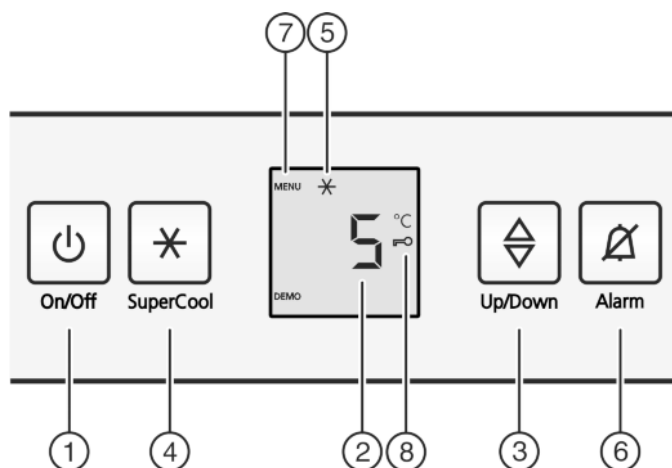

Fig. 2
- ▶ Taste On/Off *Fig. 2 (1)* drücken.
- ▶ Taste SuperCool *Fig. 2 (4)* ca. 5 Sekunden drücken.
- ▷ In der Anzeige wird das Symbol Menu *Fig. 2 (7)* angezeigt.
- ▶ Mit der Taste SuperCool *Fig. 2 (4)* kurz bestätigen.
- ▷ Das Symbol Kindersicherung *Fig. 2 (8)* leuchtet in der Anzeige.
- ▶ Die Taste On/Off *Fig. 2 (1)* kurz drücken.
- ▶ Taste Alarm *Fig. 2 (6)* drücken.
- ▶ Temperaturfunktion aufrufen: Die Einstelltaste *Fig. 2 (3)* drücken.
- ▶ Temperatur in 1 °C -Schritten ändern: Einstelltaste *Fig. 2 (3)* so oft drücken, bis die gewünschte Temperatur in der Temperaturanzeige leuchtet.
- ▶ Taste SuperCool Fig. 2 (4) kurz drücken.
- ▷ Das Symbol SuperCool Fig. 2 (5) leuchtet in der Anzeige.
- ▷ Das Symbol SuperCool Fig. 2 (5) erlischt in der Anzeige.